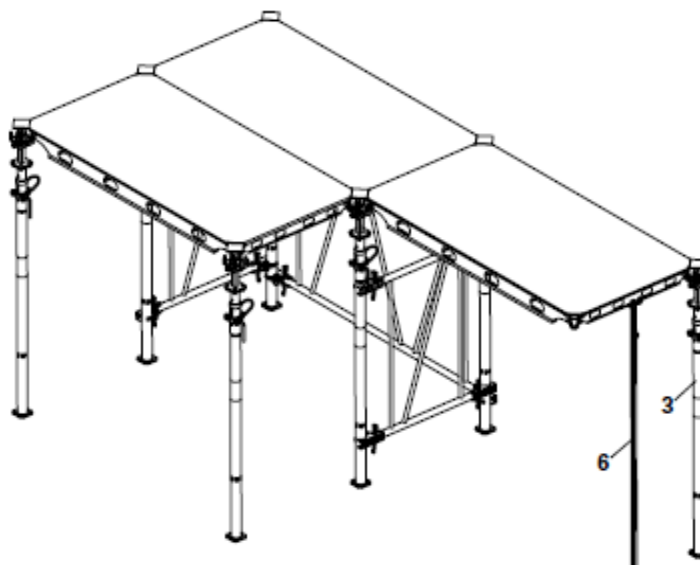

Fig. A4.09
3. Manter o auxiliar de cofragem (6) como bastidor temporário, fixar o próximo prumo (3) no terceiro canto do painel (1). (Fig. A4.09)